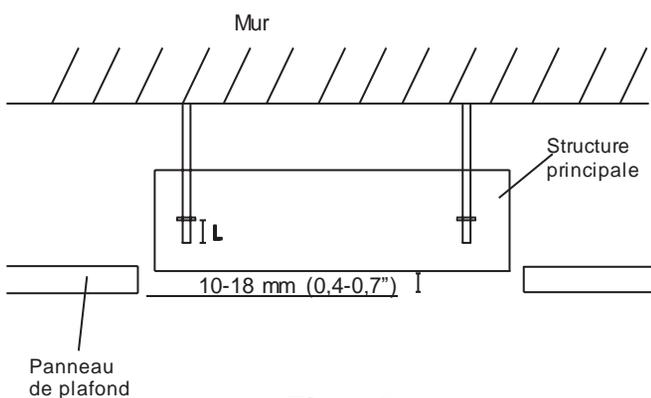

Fig. 4.6
**NOTE :** Le dessous de l'unité doit être 10-18 mm (0,4-0,7") plus haut que le panneau de plafond. En règle générale, L (indiqué à la Fig. 4.6) devrait être égal à la moitié de la longueur du boulon de suspension ou suffisamment long pour empêcher les écrous de se décoller.